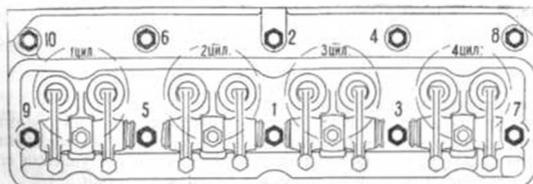

Рис. 55. Последовательность подтяжки гаек крепления головки цилиндров.
2. Подтянуть гайки крепления головки блока двигателя, соблюдая порядок подтяжки, указанный на рис. 55. Это надо делать динамометрическим или специальным ключом, прилагаемым к автомобилю, без рывков и только на холодном двигателе. Момент затяжки — 7,3—7,8 кгм.